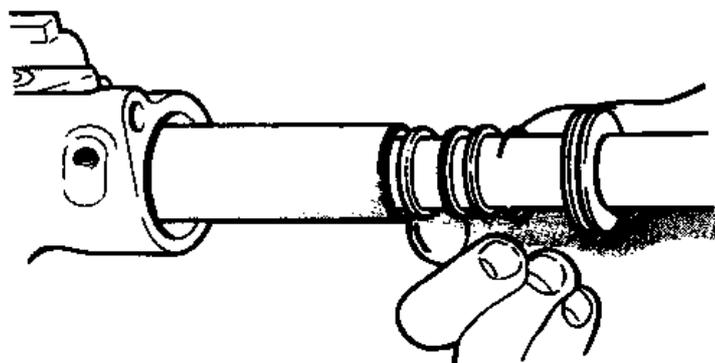

Рис.11.44. Установите манжеты и шайбы во внутреннюю трубку (Разд.35)
19. Вставьте рейку через внутреннюю трубку в боковину корпуса шестерни, затем введите манжеты и шайбы, надетые на рейку, во внутреннюю трубку и закрепите стопорным кольцом (Рис.11.44).